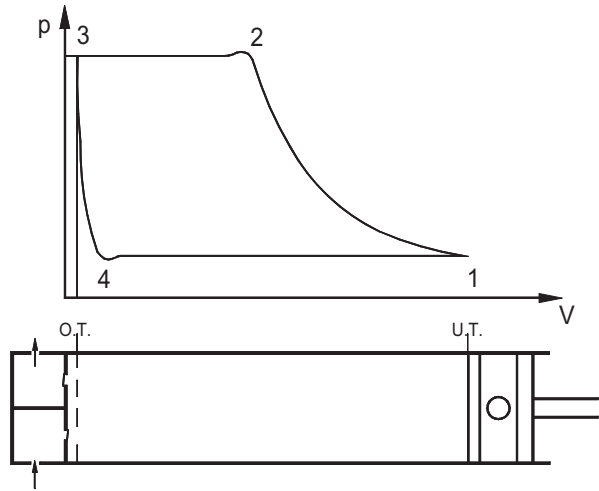

Abb. 2.2
7. Abbildung 2.2 zeigt den prinzipiellen Verlauf des Drucks im Zylinder eines Hubkolbenver-